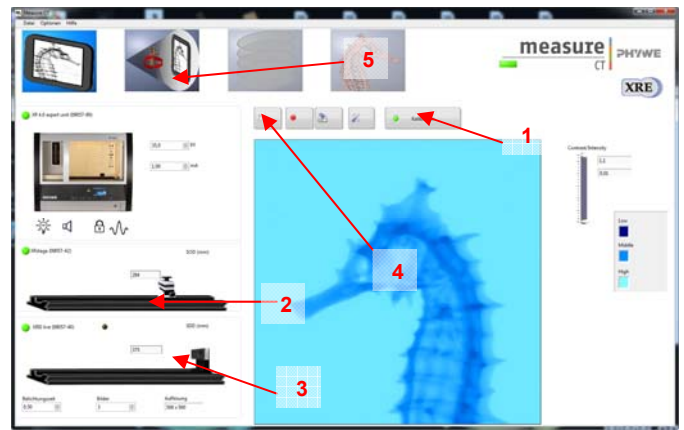

Abb. 2: Screenshot im Modus „Livebild und Settings“
1. Modus: „Live-Bild und Settings“, Abb. 2